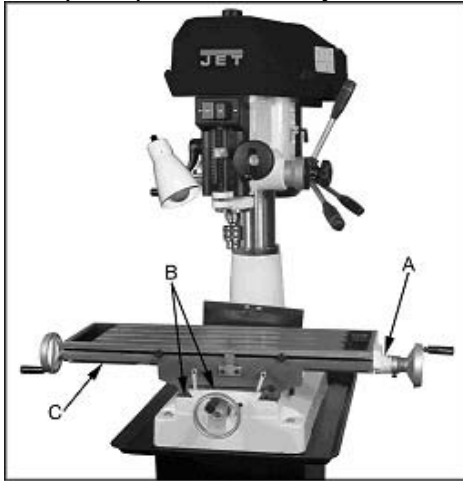

Рис. 13
- Винт перемещения ось X (С, Рис. 13)
Смазать через пресс-масленку (А, Рис. 13)
Смазать по всей длине (В, С, Рис. 13).